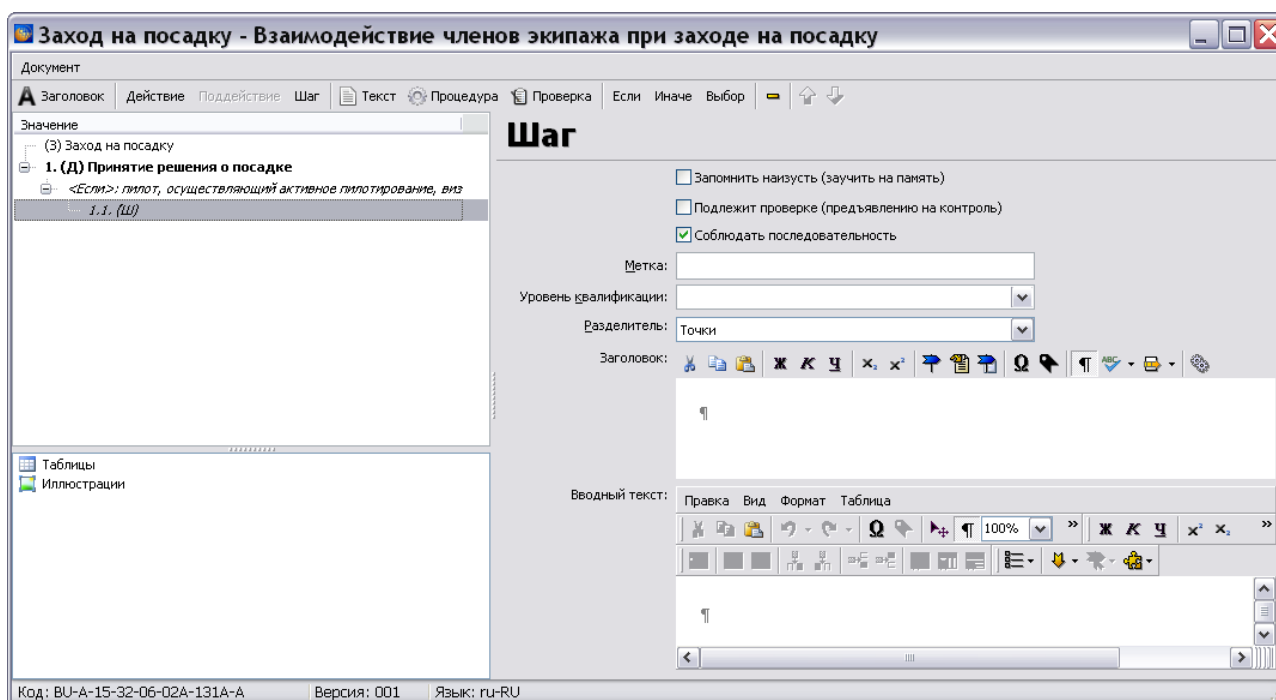

Рис. 13.17
4. В левом окне редактора выделите созданное условие и нажмите на кнопку **Добавить шаг** . В дереве значений появится номер шага, в правом окне редактора – параметры для описания шага (Рис. 13.17).